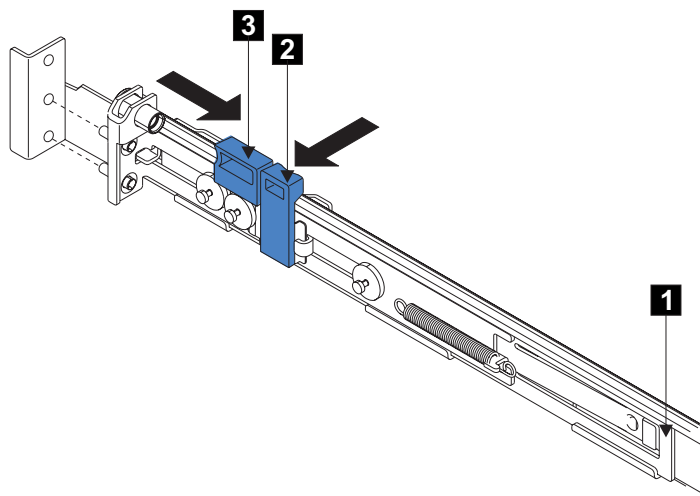

図 76. 後部のラッチ・ロック・キャリア・アセンブリーを開く
5. 後方のレール・ブラケット **1** (図 76) を、止まるまでレールの前面に向かって押します。これで、レールはその一番短い長さに調整されます。